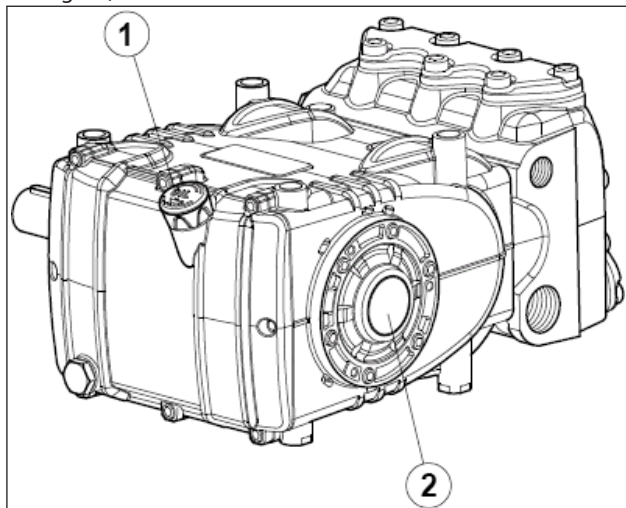

Fig. 14
5. L'huile dans le carter de la pompe est au bon niveau, en le vérifiant avec la jauge prévue à cet effet (rep. ①, Fig. 14) et exceptionnellement avec le témoin de niveau (rep. ②, Fig. 14).